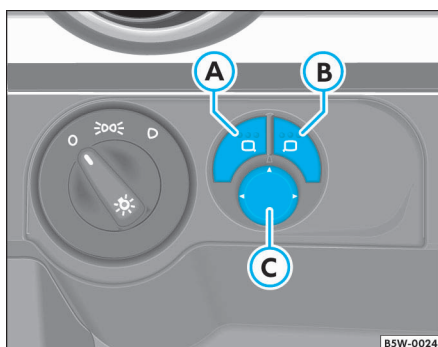

Fig. 55 Interruptor de ajuste eléctrico de los espejos externos
- Seleccione el espejo que será ajustado (A) izquierdo o (B) derecho, presionando la tecla correspondiente ⇒ fig. 55.
- Presione el borde del botón (C) ⇒ fig. 55 para ajustar el espejo hasta la posición deseada.